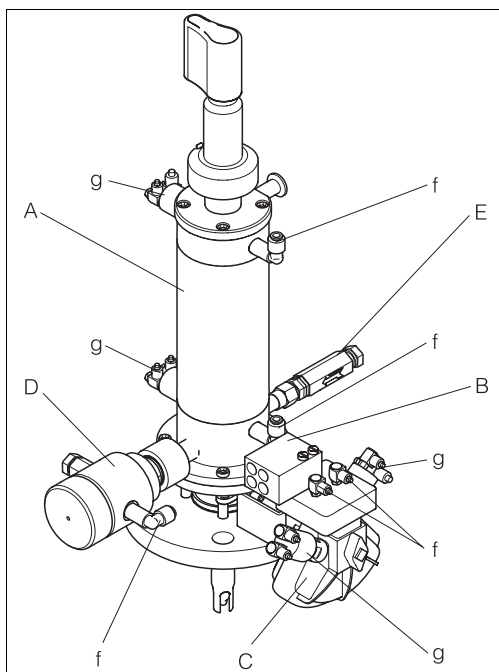

Fig. 10: Descrizione generale
- Versione "Interruttore di soglia pneumatico": 4 interruttori di soglia pneumatici (Vedere Fig. 10)